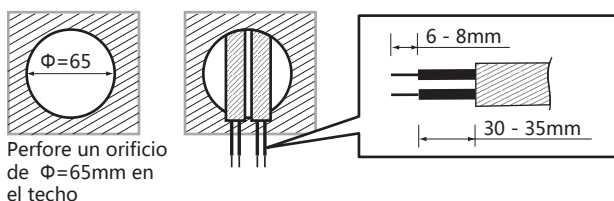

FIG.12
- Realice un orificio de 65mm de diametro en la placa del techo para sacar los cables de alimentación. Pele 6 - 8mm de cable para realizar la conexión (Ver FIG.12).